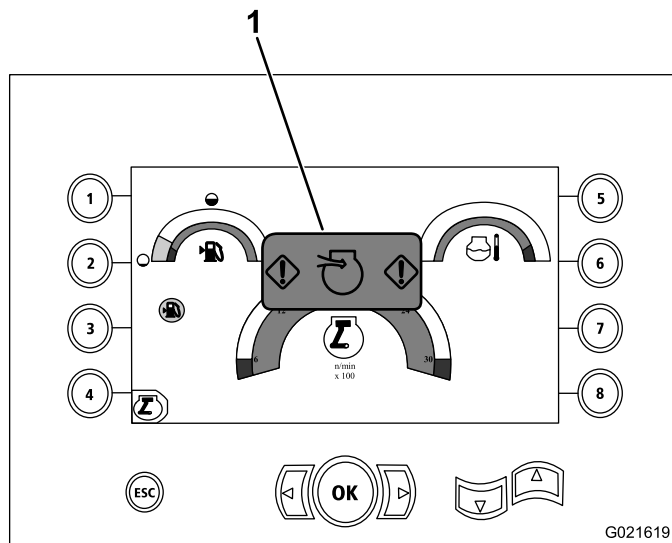

Figura 115
2. Verifique o indicador de purificador de ar obstruído no display como mostra a figura Figura 115.